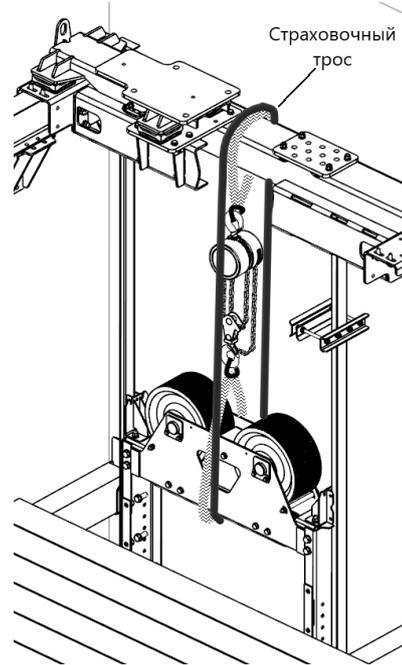

Рис. 3 Зачалка противовеса талью
7. Снять нагрузку с канатов. Для этого необходимо с настила зачалить и поднять противовес с помощью тали грузоподъемностью  $\geq 3$  т. (рис.3)